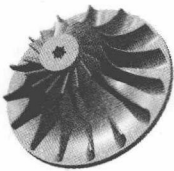
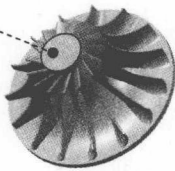

图 1.9 凹槽 1
图 1.11 定义草图平面
Step6. 添加图 1.9 所示的零件特征——凹槽 1。
(1) 选择命令。选择下拉菜单 **插入** → **基于草图的特征** → **凹槽** 命令 (或单击 **凹槽** 按钮), 系统弹出“定义凹槽”对话框。
(2) 创建图 1.10 所示的截面草图。选取图 1.11 所示的平面为草图平面, 绘制图 1.10 所示的截面草图; 单击“工作台”工具栏中的 **退出草绘** 按钮, 退出草绘工作台。
(3) 定义凹槽参数。在 **第一限制** 区域的 **类型** 下拉列表框中选择 **直到最后** 选项, 单击 **确定** 按钮, 完成凹槽 1 的添加。